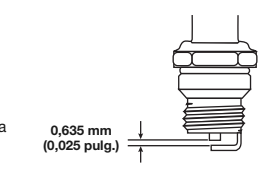

Fig. 38
- Cambie las bujías que estén rajadas, sucias o deterioradas. Fije la separación de aire a **0,635 mm (0,025 pulg.)** utilizando un calibrador (Fig. 38).